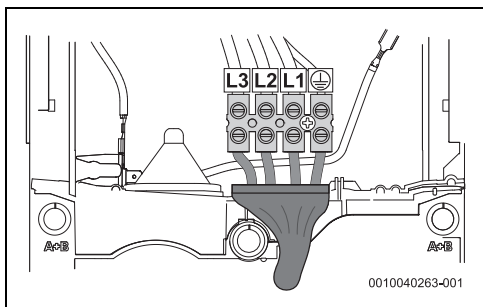

Fig. 89 Raccordement inférieur pour câble court
- Raccordement inférieur pour câble court (fig. 89)